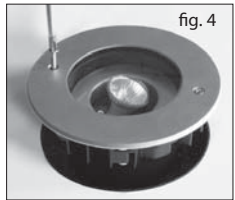

fig. 4
- Séparer l'appareil du puits extérieur et le mettre au bord du terrain ( fig.4 )